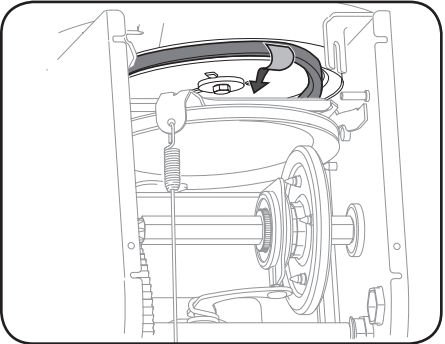

Figure 4-18
8. Dégagez la courroie de la poulie de la tarière et faites glisser la courroie en le support et la poulie de la tarière. Voir la Figure 4-18.